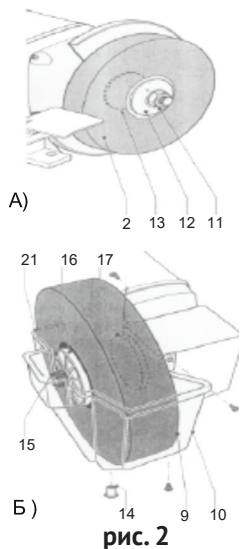

рис. 2
2.2.1 Замена круга сухой заточки иллюстрирует рис.2 А:
- открутив зажимную гайку (рис.2А поз.11), снять с ротора зажимный фланец (рис.2А поз.12) и использованный круг (рис.2А поз.2);
- очистить опорный (рис.2А поз.13) и зажимный (рис.2А поз.12) фланцы от абразивных частиц;
2.2.2 Замена круга «мокрой» заточки иллюстрирует рис.2 Б:
- слив воду из резервуара (рис.2Б поз.10), снять его с корпуса редуктора (рис.1 поз.11);
- открутив зажимную гайку (рис.2Б поз.15), снять с вала зажимный фланец (рис.2Б поз.16) и использованный круг (рис.2Б поз.9);
- очистить опорный (рис.2Б поз.17) и зажимный фланцы;
2.2.6 Рекомендации при заточке с охлаждением (см. рис.2Б)
Мелкозернистый круг (рис.2Б поз.9) предназначен для окончательной «доводки» затачиваемого инструмента.
- перед началом работы проверить, закрыто-ли сливное отверстие кюветки пробкой (рис.2Б поз.14);
- заполнить кюветку (рис.2Б поз.10) водой до погружения нижнего края круга минимум на 2 см.;
- по окончании работы слить воду, открыв пробку (рис.2Б поз.14), промыть резервуар.